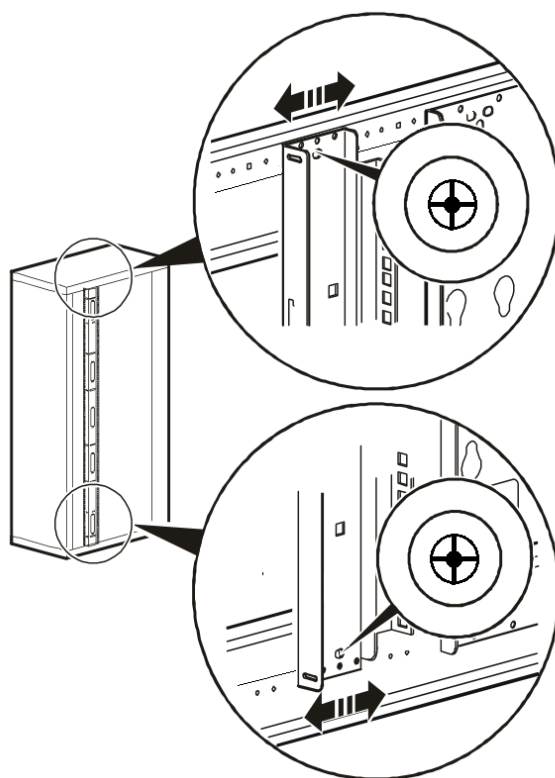

Рисунок 11. Регулирование монтажных реек.
2. Перемещайте монтажную рейку для оборудования вперед или назад до тех пор, пока она не окажется в требуемом положении, см. Рисунок 11.